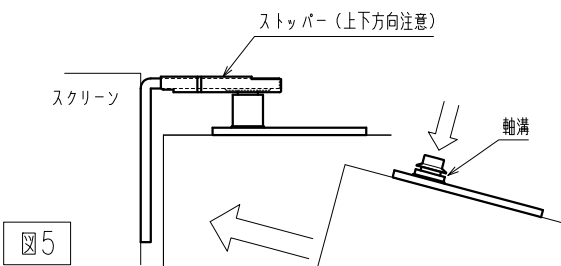

図5
④ 吊り込み
- 図5の様に、パネルを下部ヒンジから吊り込みます。